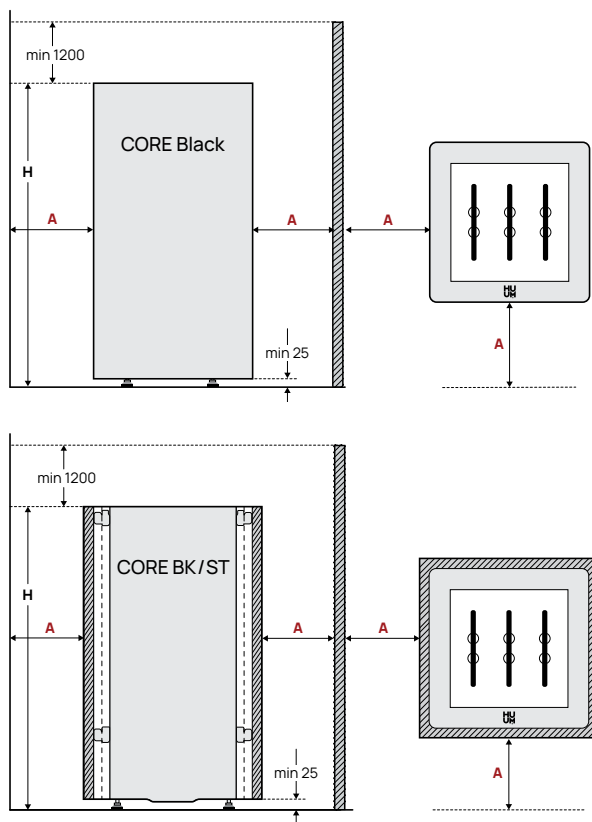

Figure 1. Installation du poêle
- Les distances de sécurité minimales, sont-elles assurées là où le poêle électrique est installé ? (Les distances minimales de sécurité jusqu'aux murs et plafond de salle de sauna, à respecter lors du montage du poêle électrique, sont indiquées dans le **Tableau 1** et sur la **Figure 1**.)